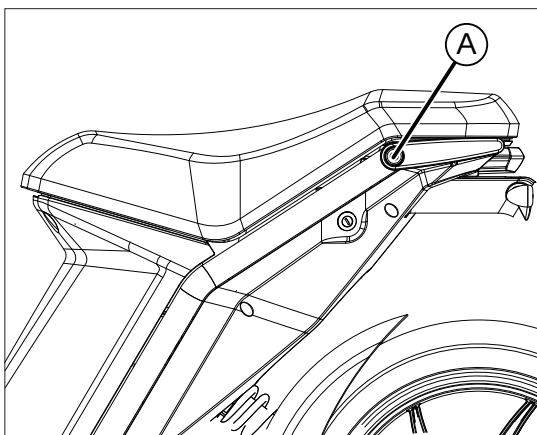

fig. 16
Per accedere al vano sottosella fig. 16 procedere come segue:
- inserire la chiave di avviamento della serratura A fig 16 posta sul lato sinistro dello scooter.